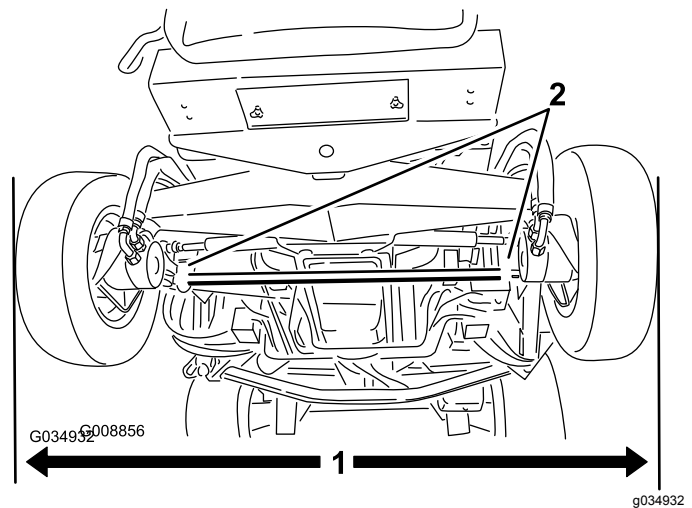

Figura 118
parte delantera y trasera de las ruedas traseras (Figura 118).
2. Para ajustar la convergencia, afloje las abrazaderas en ambos extremos de las bielas (Figura 118).